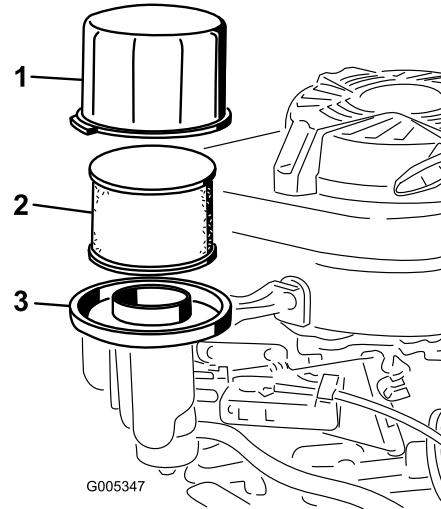

Figure 25
3. Enlevez le couvercle et nettoyez-le soigneusement (Figure 25).
4. Enlevez et examinez l'élément filtrant en papier (Figure 25) et mettez-le au rebut s'il est excessivement encrassé.
5. Enlevez le préfiltre en mousse et nettoyez-le à l'eau avec un détergent doux. Séchez-le ensuite en le serrant légèrement dans un chiffon (Figure 25).